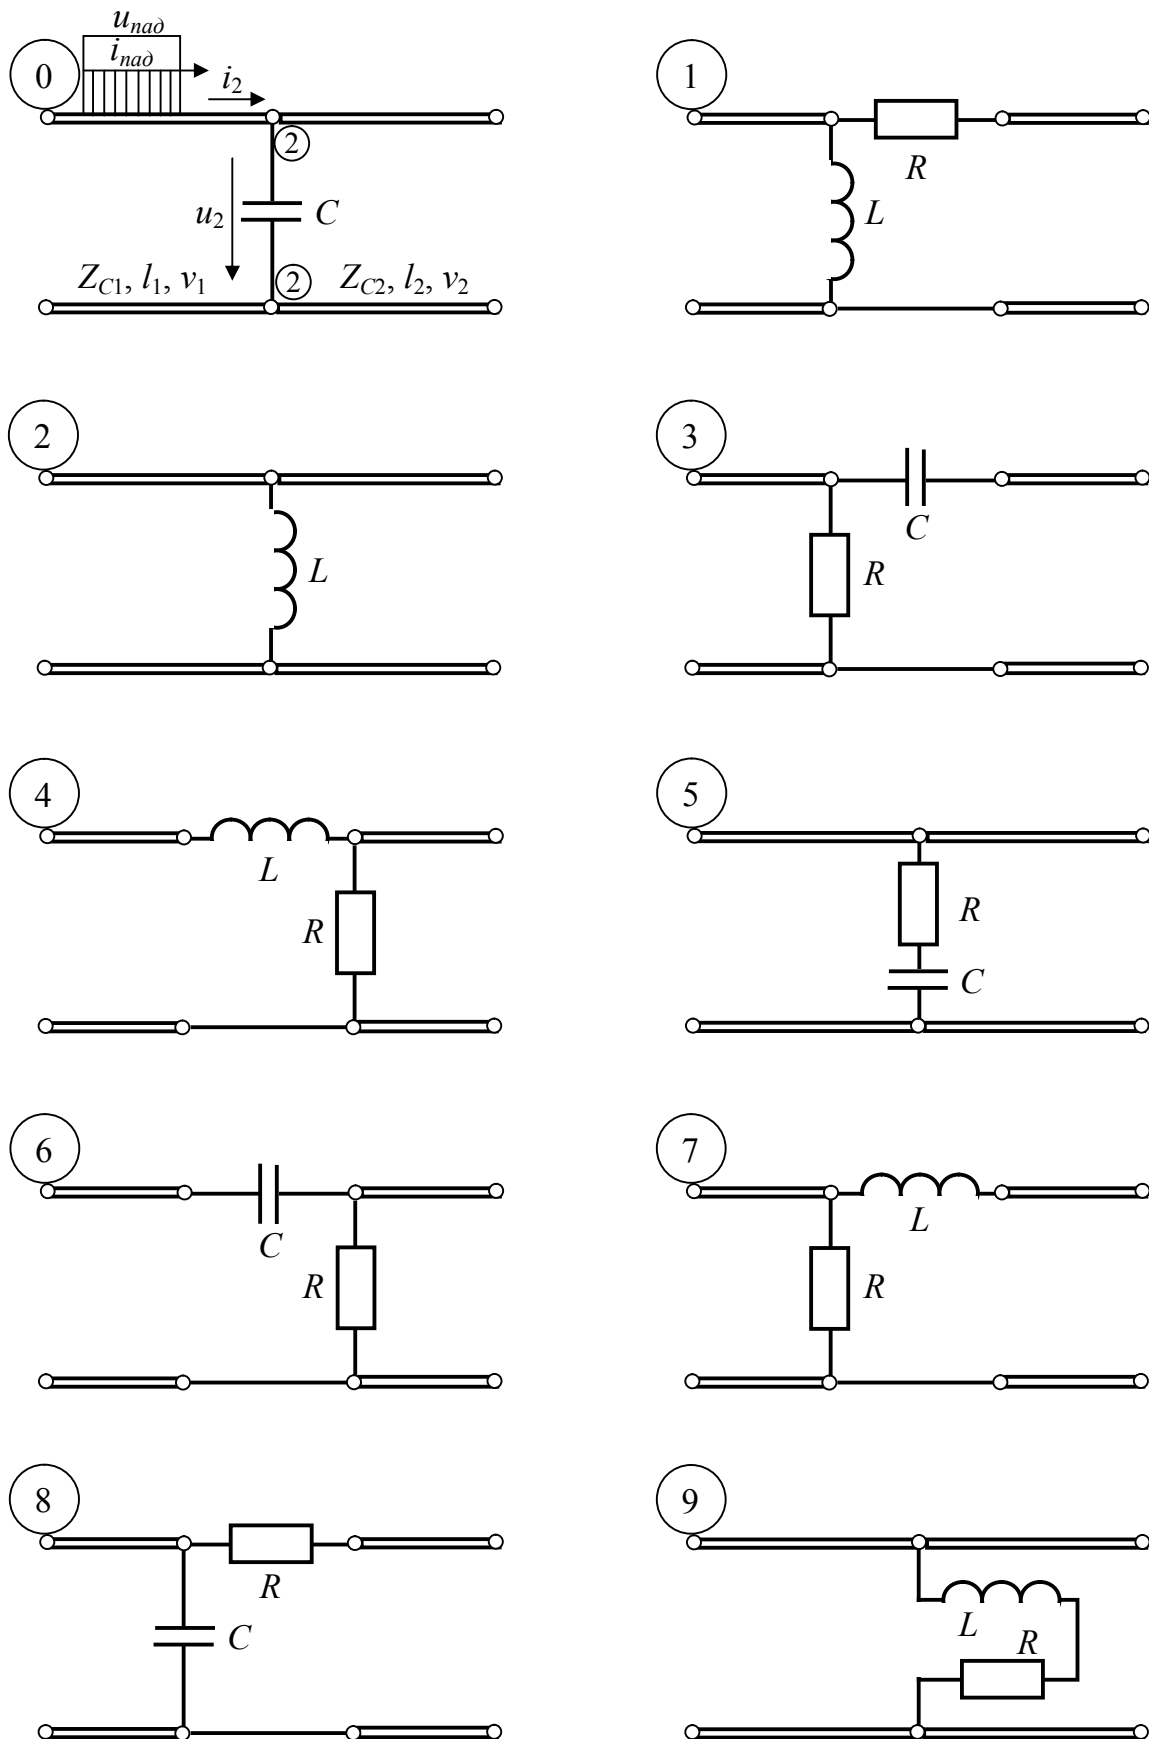

Рис. 10
**ЗАДАЧА 14.** По воздушной линии (рис. 10) с параметрами  $Z_{C1}, l_1, v_1$  распространяется падающая волна  $u_{над}$  с прямоугольным фронтом, переходя затем через корректирующие элементы в кабель с параметрами  $Z_{C2}, v_2, l_2 = 0.5l_1$ , конец которого разомкнут. Требуется: